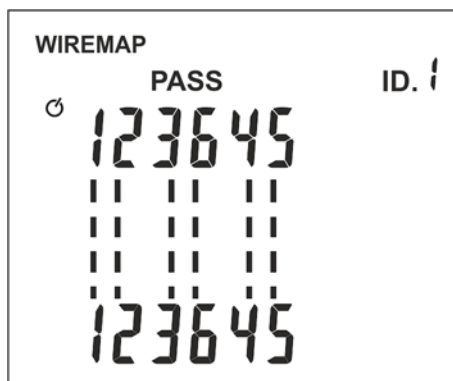

Abb. 11: Anzeige vom korrekten Testergebnis am Kabel mit RJ11 Stecker
4. Drücken Sie die Taste **TEST/←**. Das Gerät führt den Test durch, und die Meldung **"PASS"** erscheint im Display, wenn das Ergebnis korrekt ist (siehe Abb. 11), oder das Symbol **"⚠"** zusammen mit den blinkenden Paaren, falls Fehler an der Verkabelung ermittelt wurden (siehe § 0).